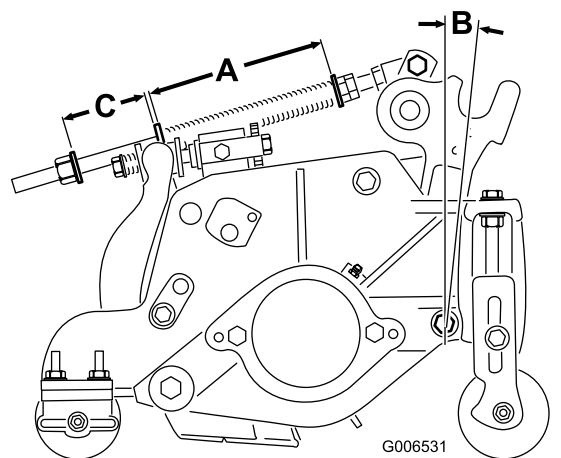

図 21
ターフ補正スプリング(図 21)は、Cuttingユニットの前から後ろへの「体重移動」を行います。これにより、ボビングと呼ばれる「波打ったような」仕上がりを防いでいます。
1. スプリングロッド後部のロックナットを締め、すきま(C)を51 mmとする(図 21)。
2. スプリングロッド前部の六角ナットを締め、スプリング(圧縮状態)の長さ(A)が15.9 cmになるようにする(図 21)。
注 アンジュレーションの大きなターフを刈る時は、ターフ補正スプリングの長さ(A)とすき間(C)を13 mm 大きくします(図 21)。